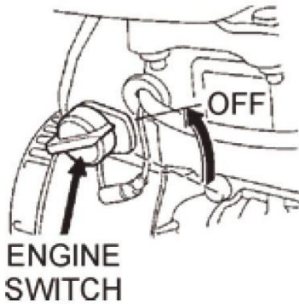

FIG.12
10.2 Después de que el motor se enfríe, gire el interruptor de arranque/parada del motor a la posición "OFF" (FIG. 12).